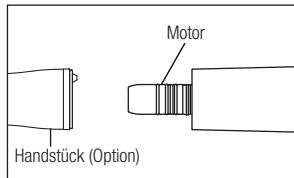

Abb. 2
- 1) Schließen Sie das Handstück direkt an den Motor an. (Abb. 2) Beim Anschließen eines optischen Handstücks müssen Sie das Handstück drehen, bis es hörbar einrastet.